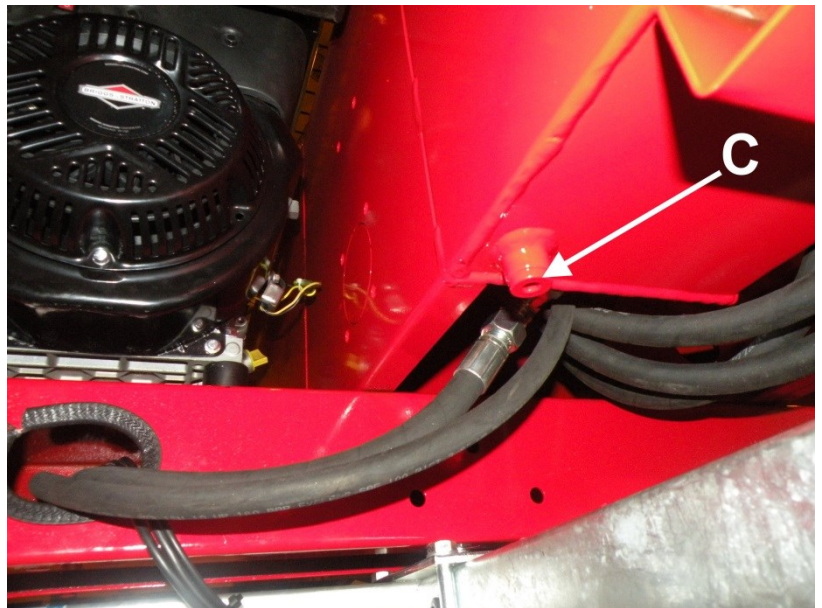

Bild 29.
3. Öppna tömningsplugg C (bild 29) och tappa ur oljan i ett lämpligt kärl.
5. Skruva fast plugg C (bild 29) tätt och häll ny olja i tanken (ca. 33 liter) på så sätt att oljeytan är ungefär sju centimeter under påfyllningskorken.